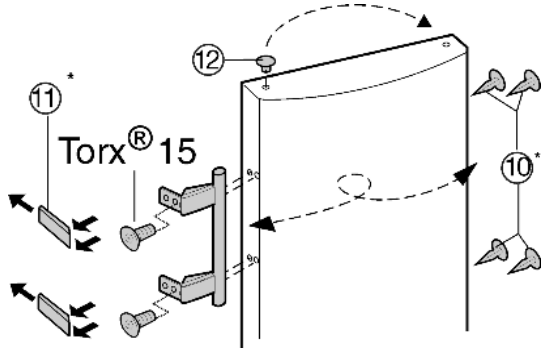

Fig. 7
- ▶ Tapayı Fig. 7 (12) kapı yatağı kovanından kaldırın ve değiştirin.
- ▶ Kapı kolunu, tapaları Fig. 7 (10) ve baskı plakalarını Fig. 7 (11) sökün ve karşı tarafa ayarlayın.